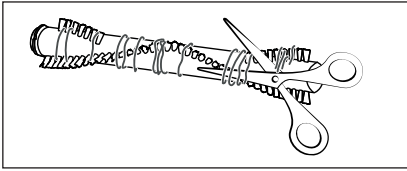

Abb. 28
- 4) Schneiden Sie Fäden und Haare entlang der Borsten der Bürstenrolle **21** mit einer Schere durch (siehe Abb. 28). Entfernen Sie Fäden und Haare von der Bürstenrolle **21**.